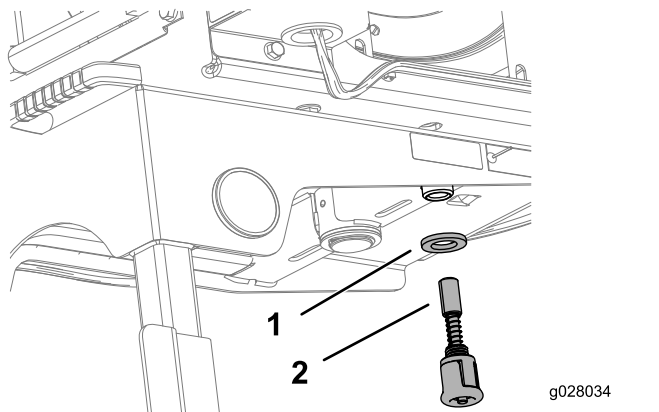

Bild 23
6. Bringen Sie die Scheibe und den Federstift an der Unterseite des Schlauchtrommelrahmens an (Bild 23).